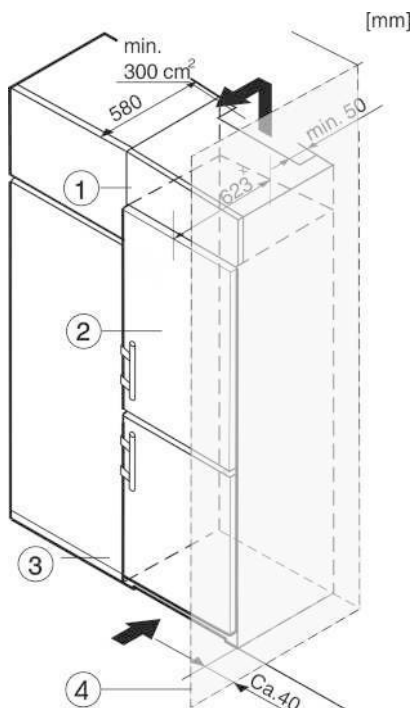

Fig. 12
Устройство может быть окружено предметами кухонной обстановки. Чтобы уравнивать устройство *Fig. 12 (2)* по высоте с кухонной стенкой, можно установить над устройством соответствующий дополнительный шкафчик *Fig. 12 (1)*.
В комбинации с кухонными шкафами устройство можно устанавливать непосредственно рядом с кухонным шкафом *Fig. 12 (3)*. Чтобы можно было полностью открыть двери, устройство должно выступать, как минимум, на 65 мм\* относительно передней стенки кухонного шкафа. В зависимости от глубины кухонных шкафов и использования пристенных распорок устройство может выступать и больше.
Если устройство установлено на шарнирах у стены *Fig. 12 (4)*, то расстояние между устройством и стеной должно быть не менее 40 мм. Настолько выступает ручка при открытой дверце.